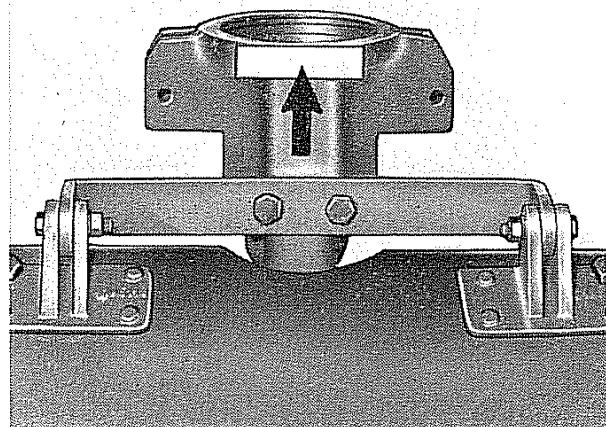

Fig. 6
N.B. - Sia il tipo che il numero di matricola della fresa si trovano stampigliati nel punto indicato dalla freccia in fig. 6.